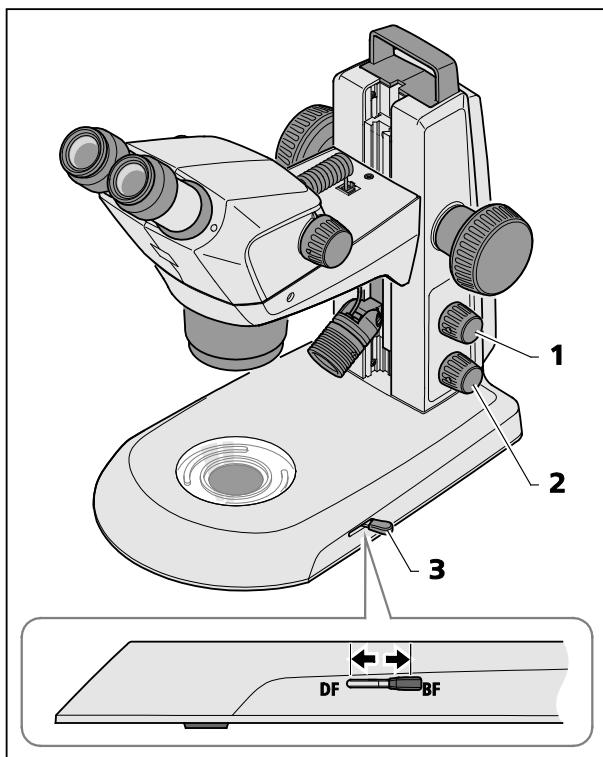

图25 K EDU 透视光模块
- 通过按压下方旋钮(图25/2)打开透射光。
- 通过调整控制杆(图25/3)在亮场和暗场照射之间转换。
- 前端位置：暗场 (DF)
- 后端位置：亮场 (BF)
按下上部按钮(图25/1)可以将入射光混合进入（参见第 28 页第 4.2 章）。